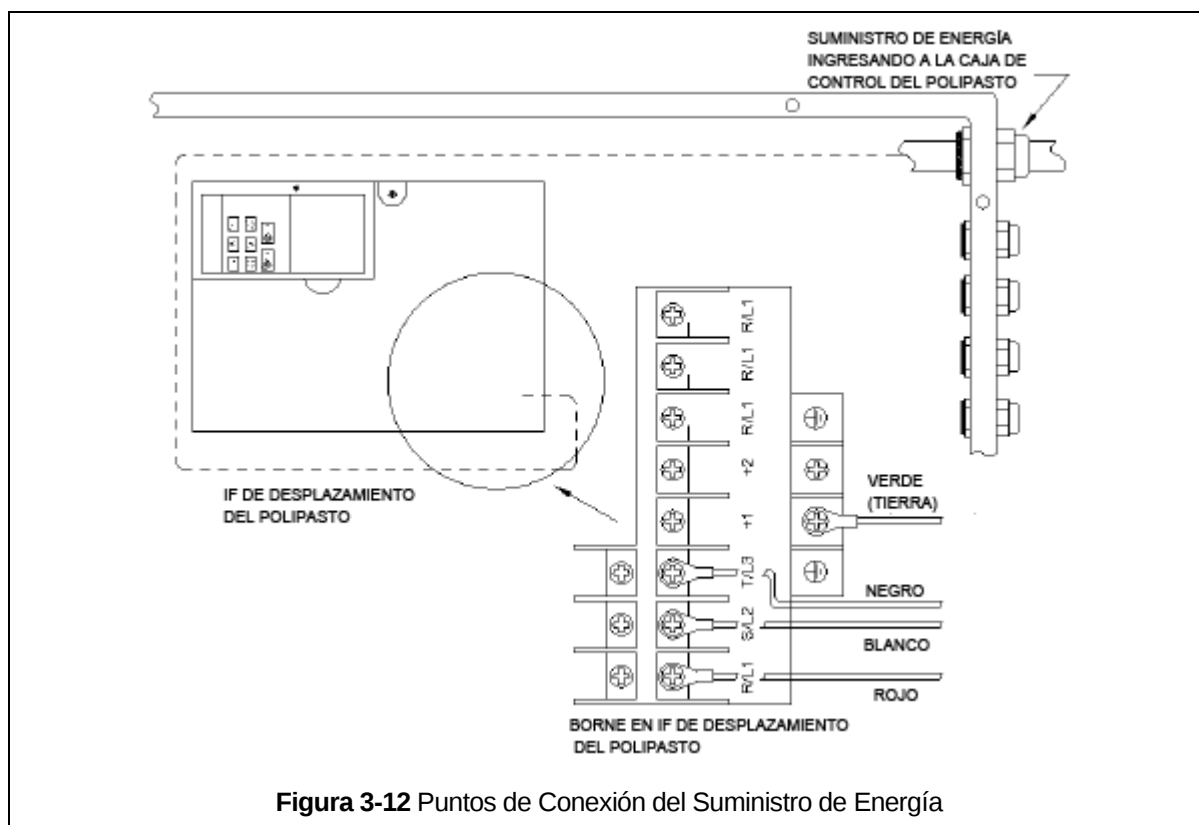

Figura 3-12 Puntos de Conexión del Suministro de Energía
- 1) Consulte la **Figura 3-12** y el diagrama de cableado que se proporciona con el Polipasto.
- 3) Hay varios ajustadores/abrazaderas de cable disponibles para usar en ambos lados del Panel de Control para el Cable de Suministro de Energía. Afloje el ajustador/abrazadera del cable seleccionado e inserte el Cable de Suministro de Energía. Tire del cable suficiente para llegar al borne del suministro de energía y apriete firmemente la conexión del cable como se muestra en la **Figura 3-12**.
- 5) Conecte los cables de alimentación trifásicos (L1, L2 y L3) y el cable de tierra del Cable de Suministro de Energía a los bornes de suministro de energía, Rojo, Blanco, Negro y Verde/Amarillo (tierra). Asegúrese de que los bornes estén bien apretados y que cada cable esté completamente aislado como se muestra en la **Figura 3-12**.